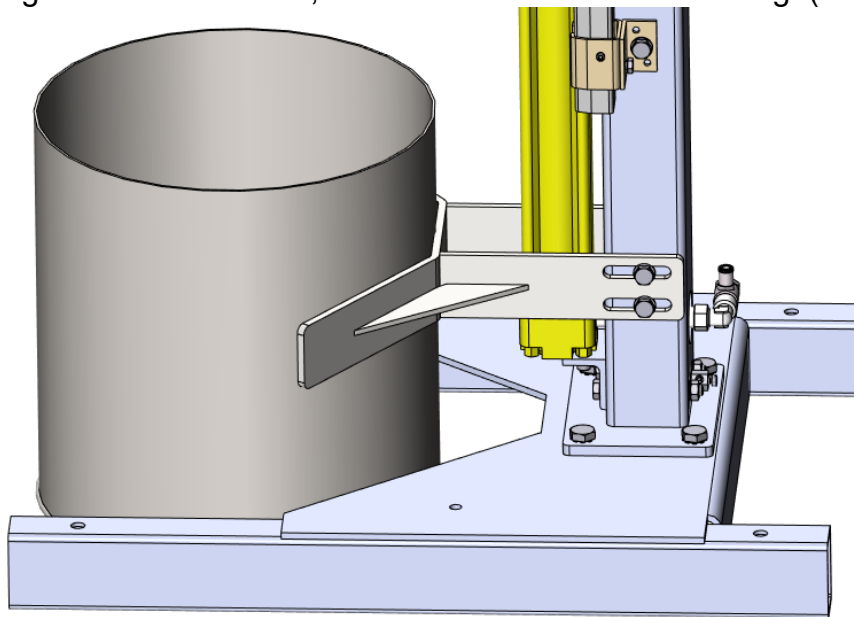

Abbildung 11: Korrekte Einstellung des Fassanschlags
4. Sobald der Deckel zentrisch auf dem Rührbehälter aufliegt, ziehen Sie den Fassanschlag wieder nach vorne, bis er am Rührbehälter anschlägt (Abbildung 11).